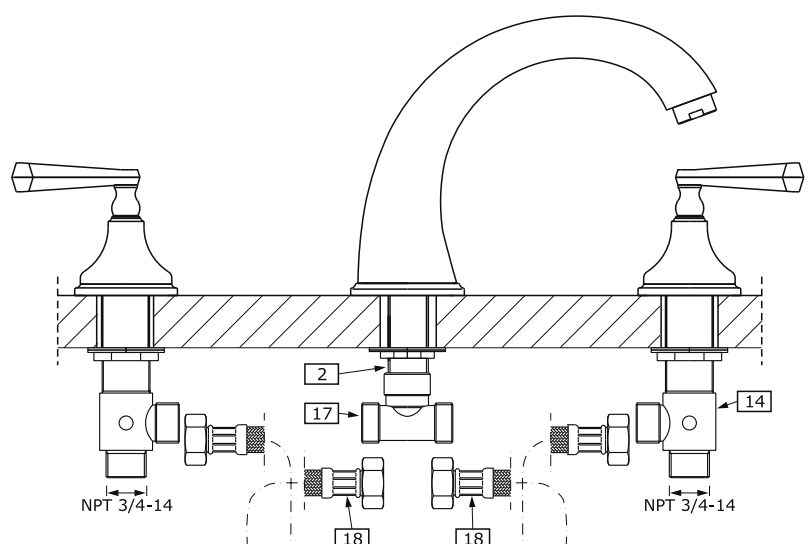

FIG. 4b
- ➔ Loop hose (18) as shown in fig. 4b and screw on the hose nut to the T-connection inlet. Repeat step for second hose (18).
- ➔ Colocar la manguera (18) como lo presenta la fig. 4b y apretarla con la tuerca de la manguera a la entrada de la conexión „T”. Repita el paso para el segundo manguera (18).
See fig. 4b & 4c